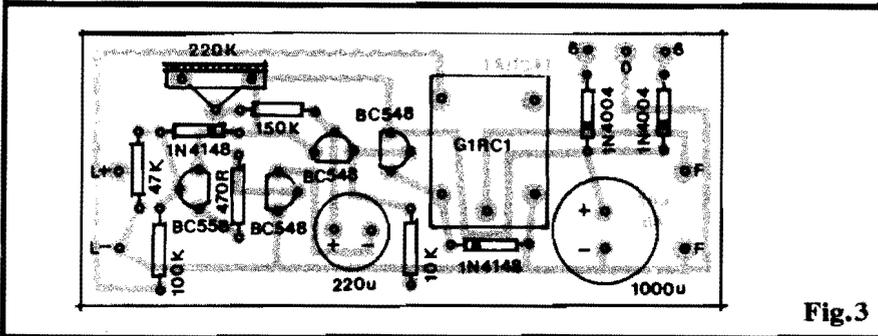

Fig.3
- FIG. 3 - CHAPEADO DA MONTAGEM - O lado não cobreado da placa, mostrado já com os principais componentes inseridos nos seus devidos lugares... São vários os componentes polarizados, que merecem maior atenção na colocação, já que - se invertidos - podem se danificar, além de certamente obstar o funcionamento do circuito... Nessa categoria estão: os quatro transistores, cujo posicionamento é referenciado pelos seus lados "chatos" (atenção, também, para não colocar o único BC558 no lugar de um dos BC548...), os quatro diodos (cujas extremidades de **cathodo** estão sempre marcadas pelas fixas ou anéis, os dois capacitores eletrolíticos, com a polaridade de terminais também claramente indicada no chapeado (também no corpo dos componentes a polaridade está demarcada, além do que a "perna" **positiva** pode ser facilmente identificada como a **mais longa**...). Quanto aos demais componentes (não polarizados...) os cuidados devem dirigir-se para a perfeita identificação dos seus **valores**, em função dos lugares que ocupam na placa... Quem ainda tiver dúvidas quanto a isso, deve consultar o TABELÃO APE, lá no começo da Revista... Quanto ao relê, também tem posição única e certa para in-